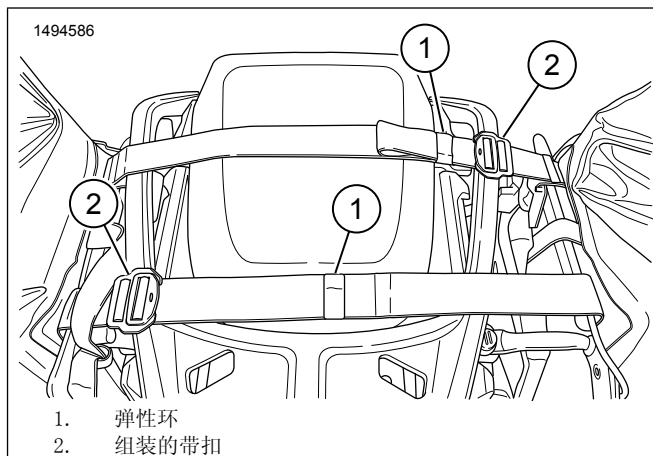

图3。穿过后座的箍带
4. 图3将边箱安装在车辆，箍带连接到后座上。
6. 图3将多余的箍带放入弹性环(1)中。